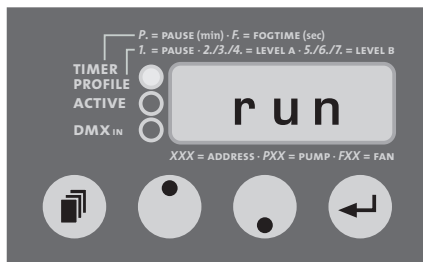

Abb. 8: Start des Profils
- Drücken Sie die Mode-Taste [14], bis auf dem Display „run“ erscheint (Abb. 8). Durch Betätigen der Enter-Taste [16] wird das Profil mit den eingegebenen Werten gestartet. Die Timer/Profile-LED [20] blinkt. Die grüne Active-LED [18] leuchtet, sobald die